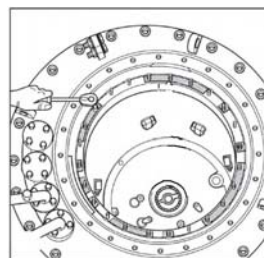

图 30
(6)拆下头部法兰内红色油漆标志区域内的固定螺母(17 个 M8 螺母，13 号扳手)，从支撑法兰上吊起开关头(图 30)。注意不要损伤 O 形密封圈。将开关头部法兰放置在平整铺有干净油纸的地面上待用。